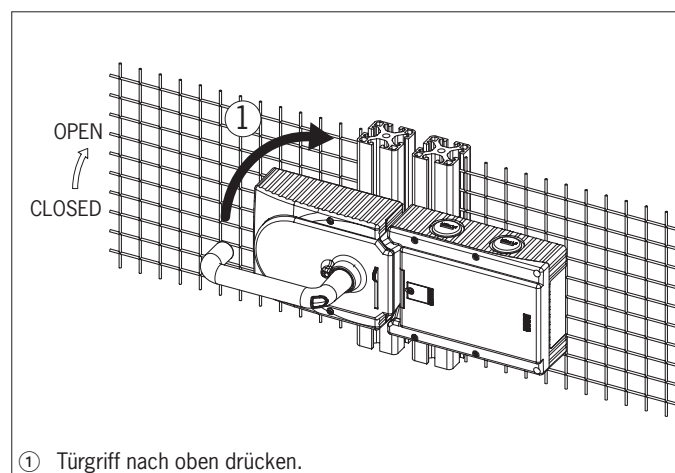
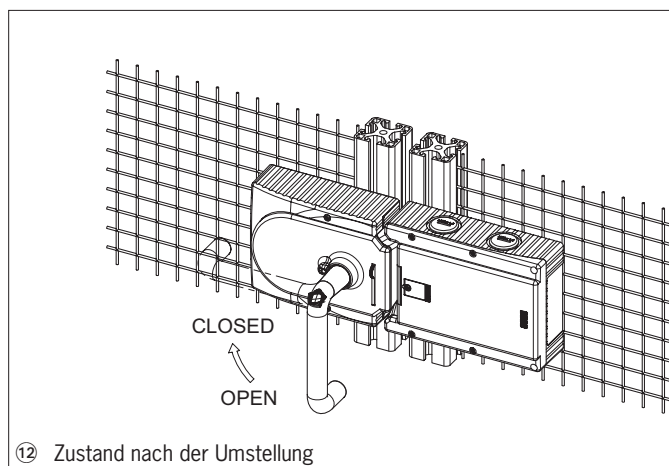

Bild 10: Betätigungsrichtung umstellen, Schritt ①
Bild 15: Betätigungsrichtung umstellen, Endzustand
Montageschritte siehe *Bild 9* und *Bild 10* bis *Bild 15*.
- Für links angeschlagene Türen wird das System sozusagen umgedreht montiert. D.h. die Schutzeinrichtung öffnet, indem man den Türgriff nach oben drückt (siehe *Bild 10*). Daher muss die Betätigungsrichtung des Türgriffs umgestellt werden (siehe *Bild 10* bis *Bild 15*).